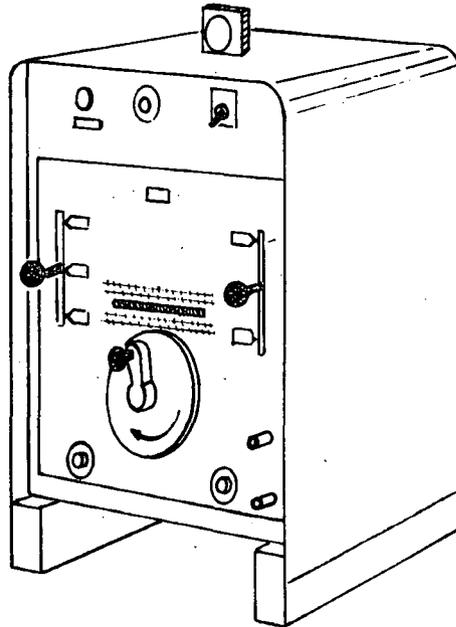

Fig. 2
1) Equipamento elétrico de soldar que pode ser um retificador e opera com corrente alternada ou corrente contínua (fig. 2).